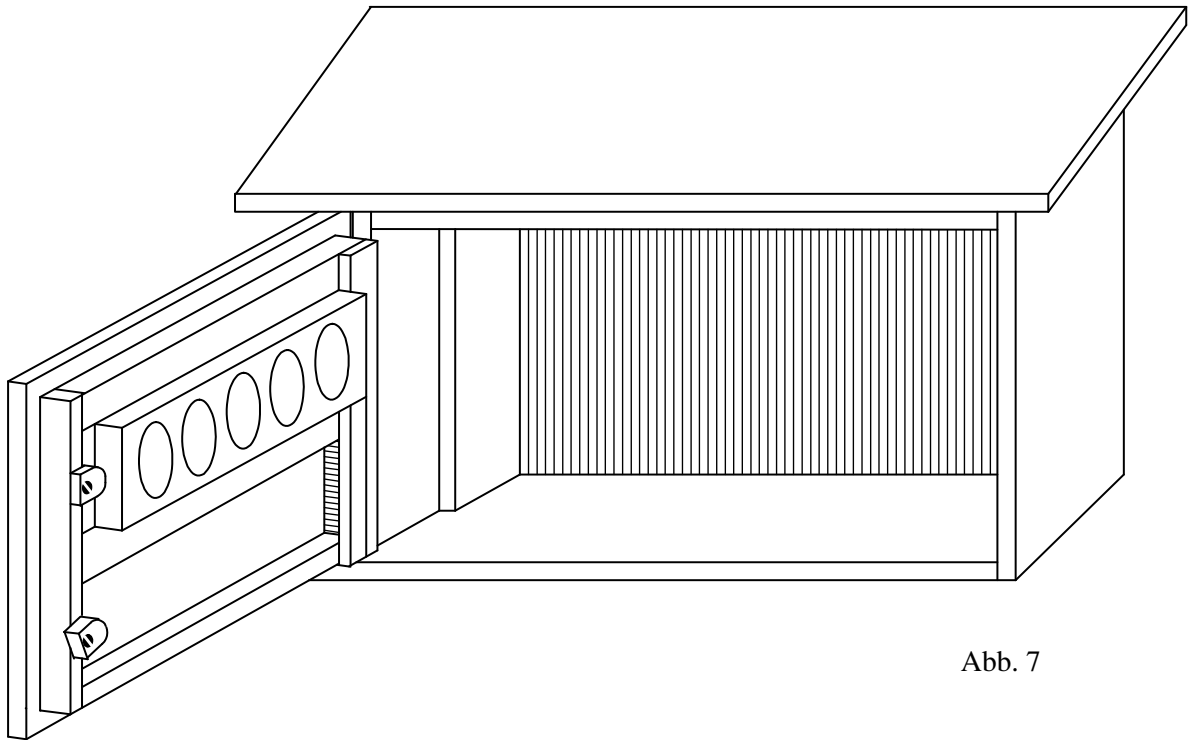
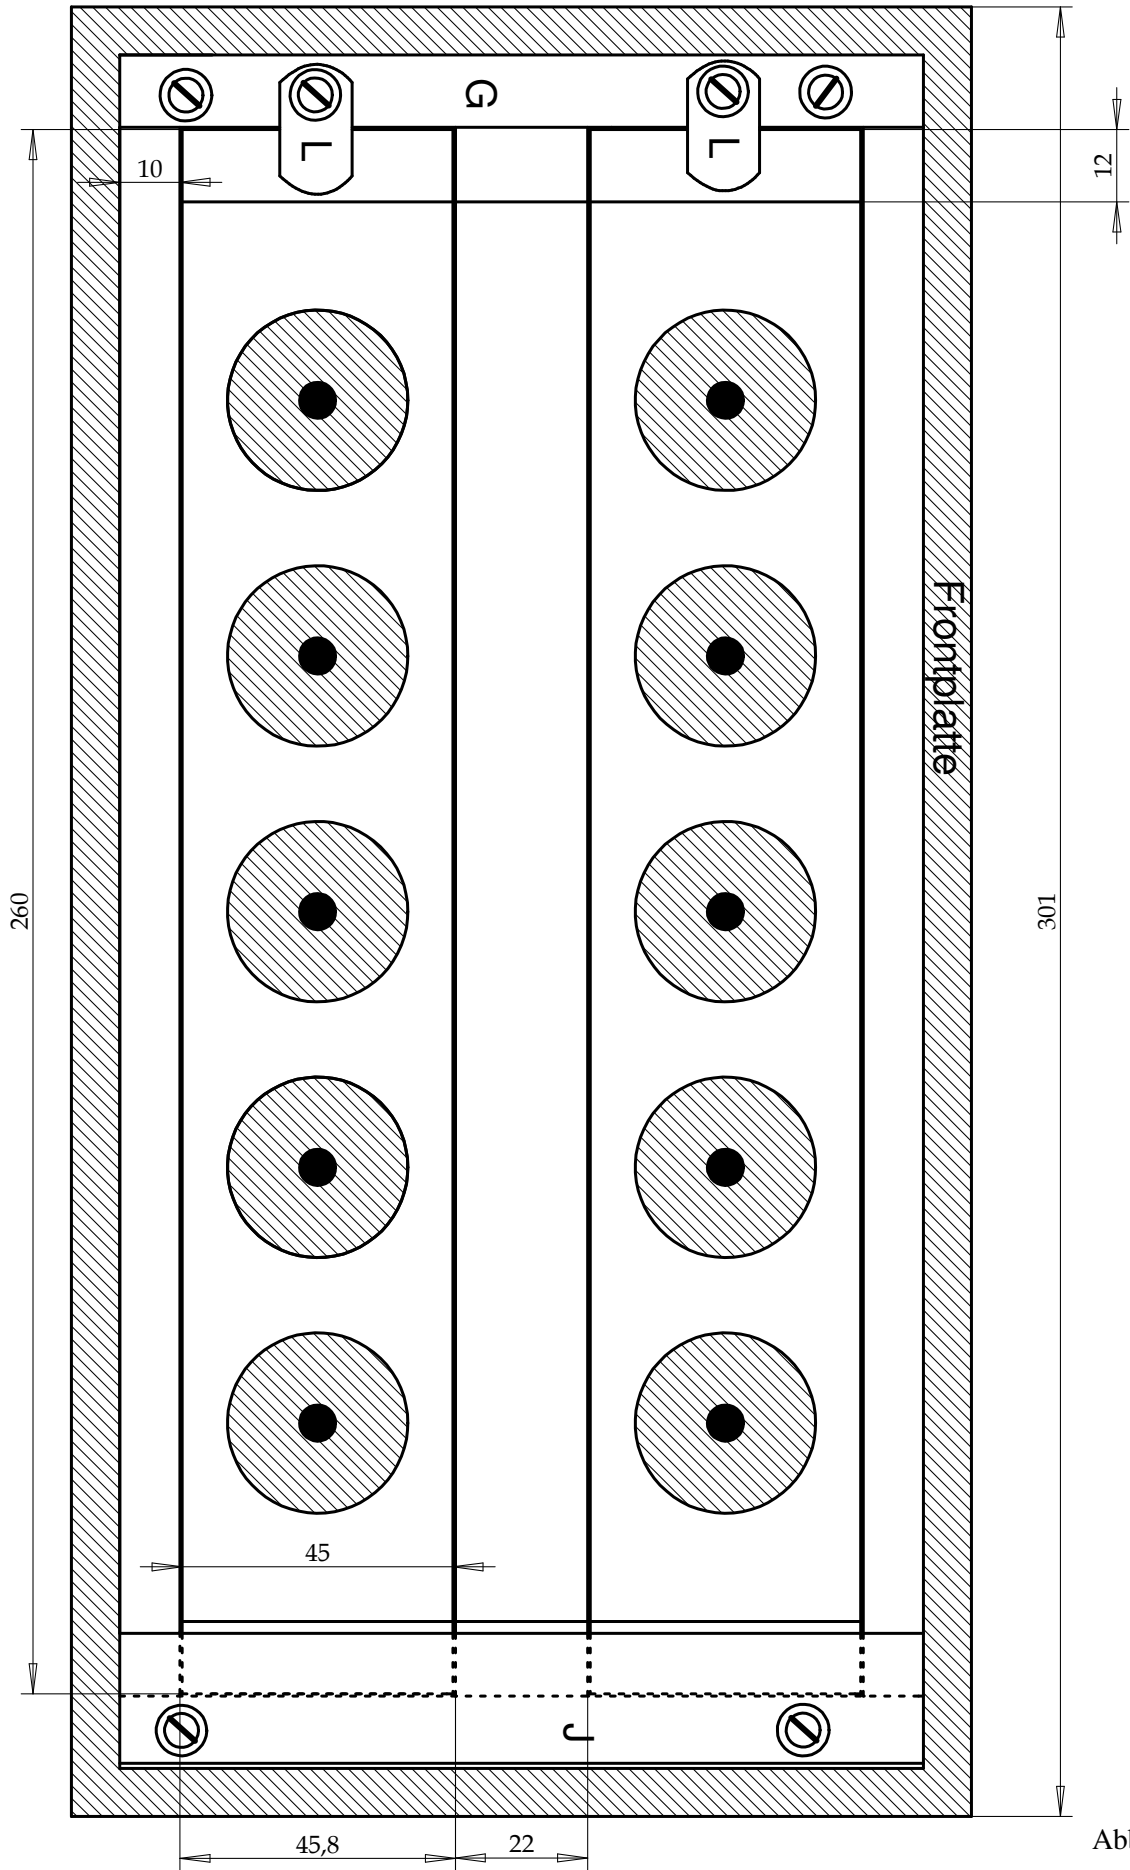
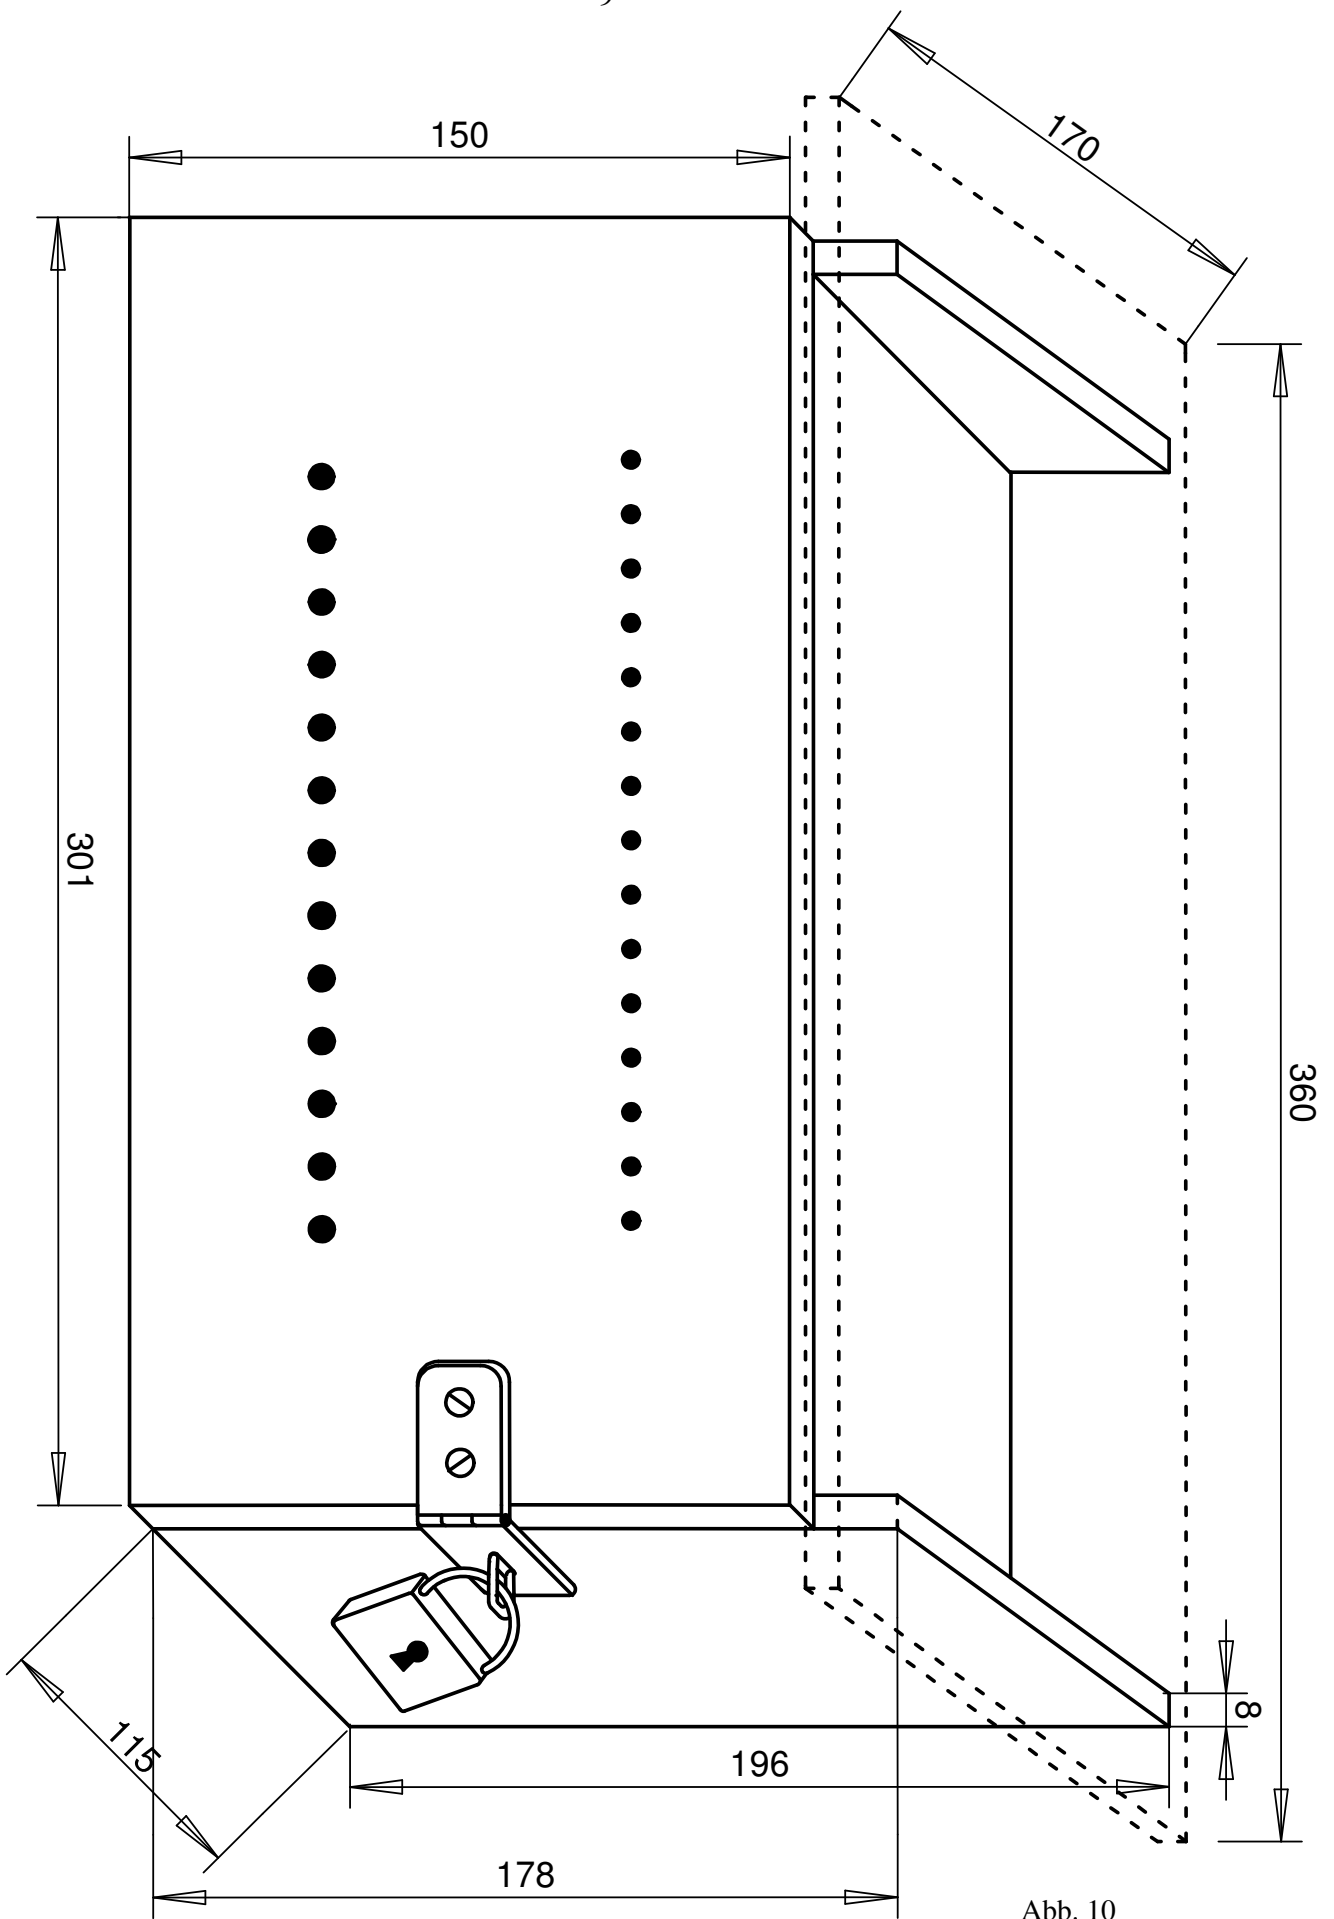

Abb. 7
Abb. 8
Abb. 10
Für die Befestigung des Blocks an der Tür hat es sich bewährt, den Block auf einer Seite unter ein Holz (J auf Abb. 7) zu stecken, während der Block auf der anderen Seite mit einem Riegel (L) befestigt wird. Als Riegel wird hier ein Stück von dem Sperrholz für den äußeren Kasten verwendet. Damit das Holz nicht reißt oder platzt, wird unter die Befestigungsschraube eine Unterlegscheibe gelegt. Damit der Block leicht unter das Holz zu schieben ist, wird er an dieser Seite von unten abgerundet.
Auf die Frontplatte werden zum Befestigen der Blöcke Leisten geleimt und verschraubt, die wie Rahmen ein Einschleiben der Blöcke ermöglichen (siehe Abb. 7 und Abb. 8). Der Abstand dieser Leisten vom Rand der Frontplatte entspricht genau der Dicke des Sperrholzes; dadurch schließt die Frontplatte besser, sie greift dadurch in den Kasten hinein. Diese Passung sollte möglichst exakt sein, damit nicht zu viele Florfliegen und andere Insekten in den Kasten hineinkriechen können, die dann den Weg heraus nicht finden und im Kasten verenden. Aus diesem Grund ist auch das wasserfest verleimte Sperrholz dem Vollholz und auch Leimholz vorzuziehen, weil sich das Sperrholz auf längere Zeit am wenigsten verzieht. Die Bohrungen auf Abb. 10 sind bereits für den neuen Kasten vorgesehen.